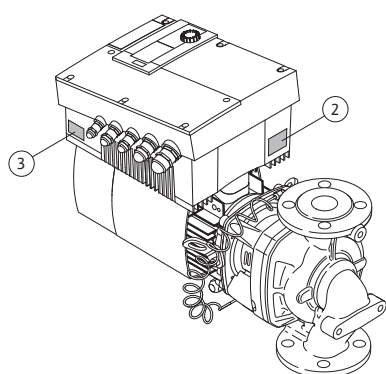

Fig. 12: Collocazione delle targhette dati:
- La targhetta dati del propulsore si trova sul modulo elettronico sul lato dei passacavi (fig. 12, pos. 3). I collegamenti elettrici devono essere eseguiti secondo le indicazioni riportate sulla targhetta dati del propulsore.